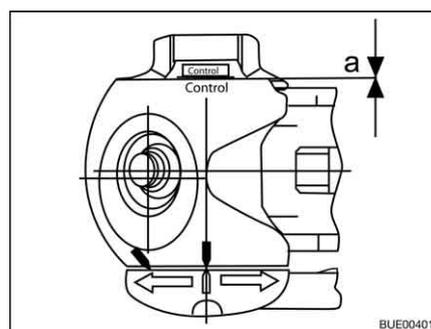

Fig. 190 Control de desgaste
- Distancia $a = 0$ (Fig. 190): Controlar los forros de fricción y cambiarlos si es necesario.